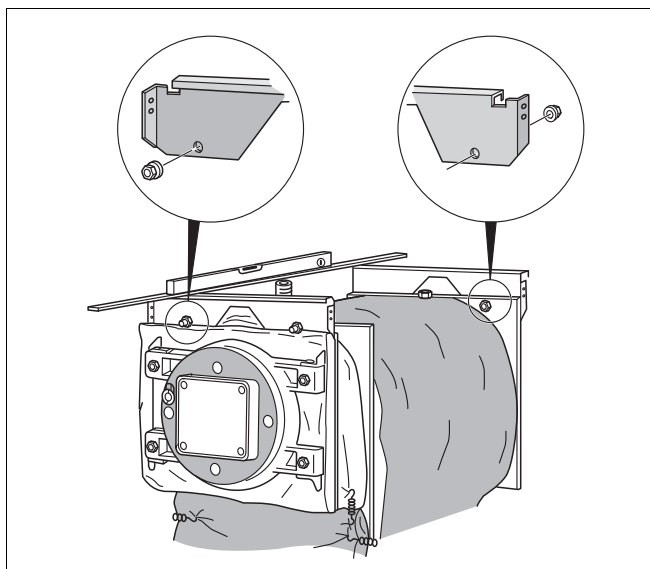

Рис. 10 Установка и крепление передней и задней траверсы
- Наденьте переднюю траверсу (трапециевидным вырезом вниз) 2 отверстиями на шпильки на отопительном котле и закрепите гайками (рис. 10).
- Наденьте заднюю траверсу (трапециевидным вырезом вниз) 2 отверстиями на шпильки на отопительном котле и закрепите гайками (рис. 10).
- Отбортовки траверс должны быть направлены от котла. Переднюю и заднюю траверсы необходимо выровнять в горизонтальной плоскости (рис. 10).